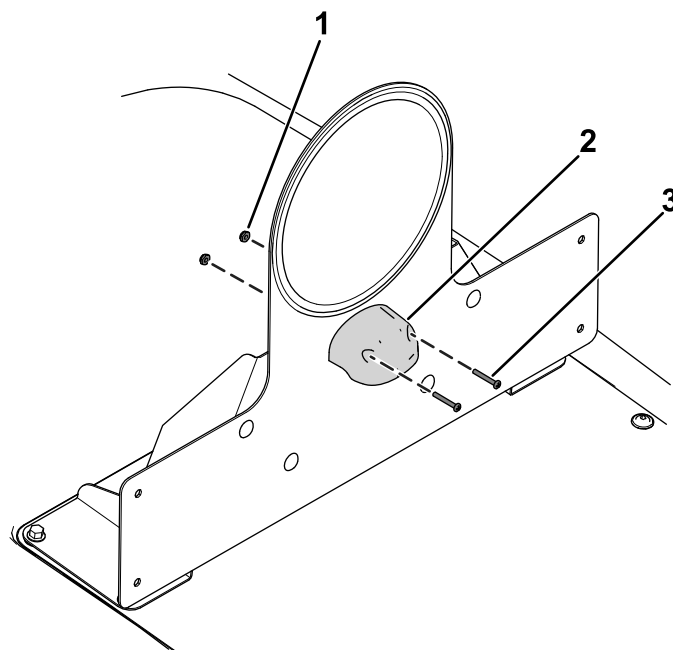

Figura 34
13. Fissate la limite di velocità al supporto assemblato della piastra dell'adesivo dei limiti di velocità con 2 dadi di bloccaggio (n. 6) e 2 viti (n. 6 x 1") come mostrato nella Figura 34.
14. Collegate il cablaggio preassemblato alla luce della targa (Figura 34).